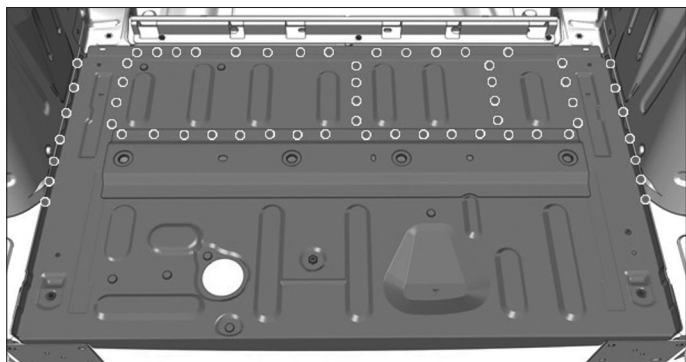

FIG. 211
- Souder par points bouchons (Fig.211).